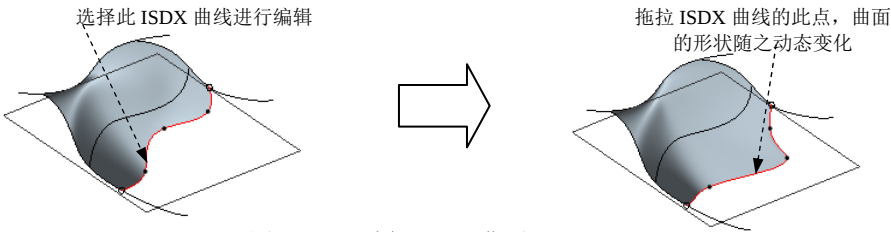

图 10.4.7 编辑 ISDX 曲面
(2) 通过编辑 ISDX 曲线上的点来改变曲面的形状。
① 在 **样式** 功能选项卡 **曲线** 区域中的“曲线编辑”按钮  **曲线编辑**，然后选取图 10.4.7 所示的 ISDX 曲线进行编辑。
② 此时拖拉该 ISDX 曲线上的点，将观察到曲面的形状不断变化。